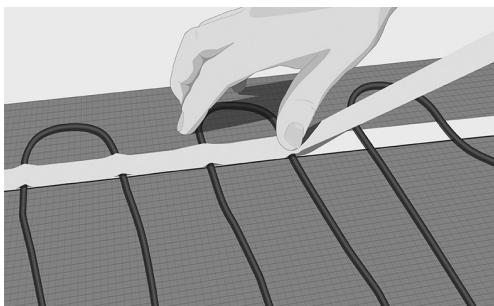

Fig. 12. Fest kabelen med maskeringstape
- 10. Sikre kablet ved hjelp av maskeringstape. Maskeringstapen påføres grundig og tett rundt kableten og ned på den dobbeltsidige tapen på gulvet (fig. 12).